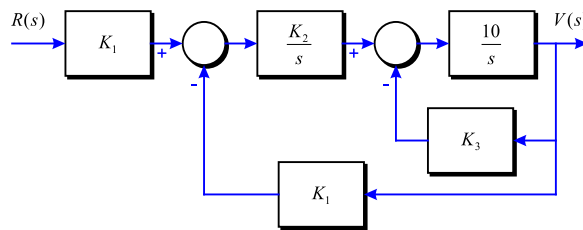

Figura 3-37
**Problema 93** El sistema de control de velocitat d'un vehicle (amb Ziritione, és clar) és el donat a la Figura 3-37.